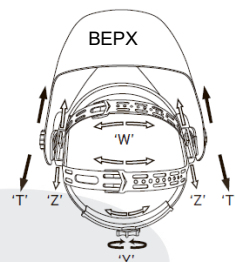

Рис. 11
Общую окружность несущей ленты можно увеличить или уменьшить путем поворота ручки на задней стороне несущей ленты (см. стрелки «У» на рис. 11). Для выполнения регулировки нужно надеть шлем на голову и установить правильное натяжение наголовника, чтобы шлем надежно держался на голове, но не сдавливал ее.
- Если несущая лента сидит на голове слишком высоко или слишком низко, отрегулируйте ремень, который проходит по верхней части головы. Для этого извлеките стопорный штифт из отверстия ленты и высвободите конец ленты. Сдвиньте две части ленты, установив нужную ширину, и вставьте стопорный штифт в ближайшее отверстие (см. стрелки «W» на рис. 11).
Этап 1. Открутите контргайку (см. стрелки «Т» на рис. 11), чтобы отрегулировать расстояние между шлемом и лицом в нижнем положении.
Этап 2. Ослабьте контргайку с обеих сторон шлема и передвиньте ее ближе или дальше от лица (см. стрелки «Z» на рис. 11). Глаза должны находиться на одинаковом расстоянии от защитного стекла. В противном случае эффект затемнения может оказаться неравномерным.